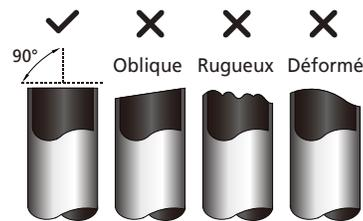

Fig. 15 – Coupe des tuyaux
- a. Coupez le tuyau à 90 degrés (voir figure 15) au moyen d'un coupe-tube.